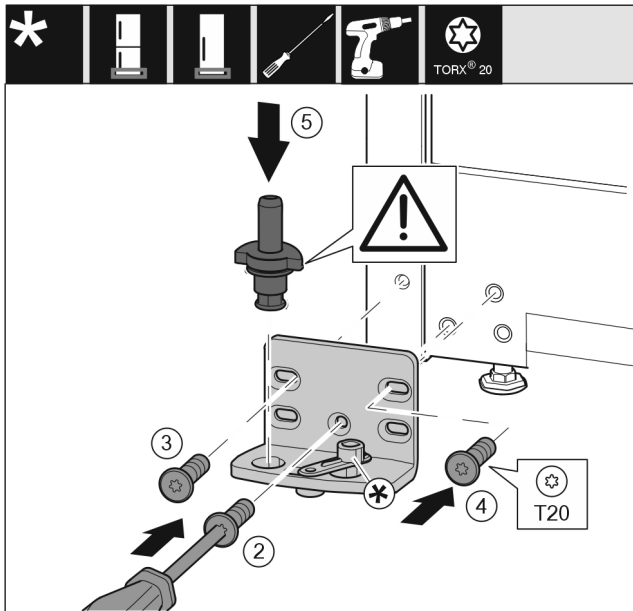

Fig. 21
- Lagerbock auf der anderen Seite ansetzen und mit Hilfe eines Schraubendrehers anschrauben. Mit der Schraube Fig. 21 (2) unten in der Mitte beginnen.
- Schraube Fig. 21 (3) und Schraube Fig. 21 (4) fest-schrauben.
- Lagerbolzen Fig. 21 (5) komplett einsetzen. Dabei darauf achten, dass der Rastnocken nach hinten zeigt.